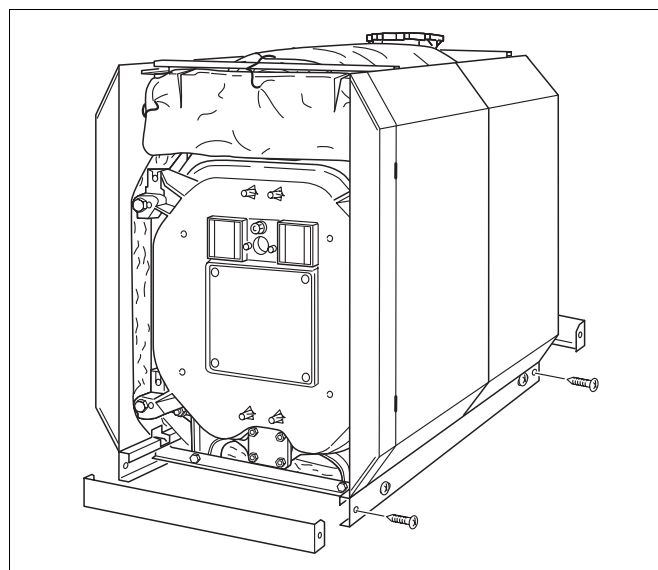

Fig. 50 Montasje – sokkelskinner
- Skyv de tverrgående sokkelskinnene inn i de langsgående sokkelskinnene forfra og bakfra. Kanten på tverrplaten må alltid ligge nede og peke mot kjelen (fig. 50).